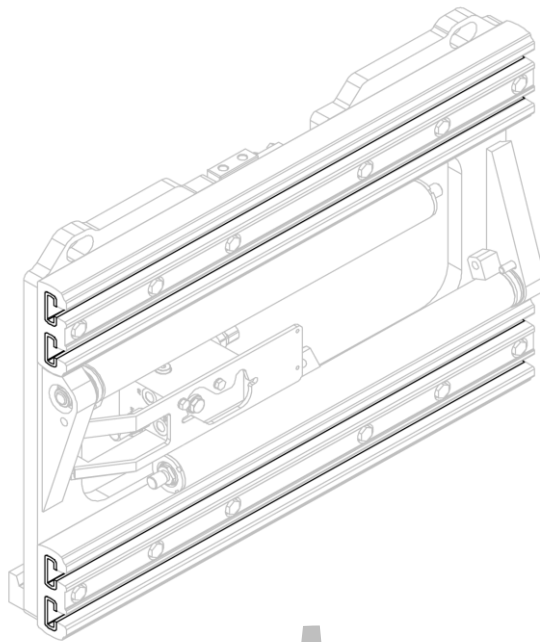
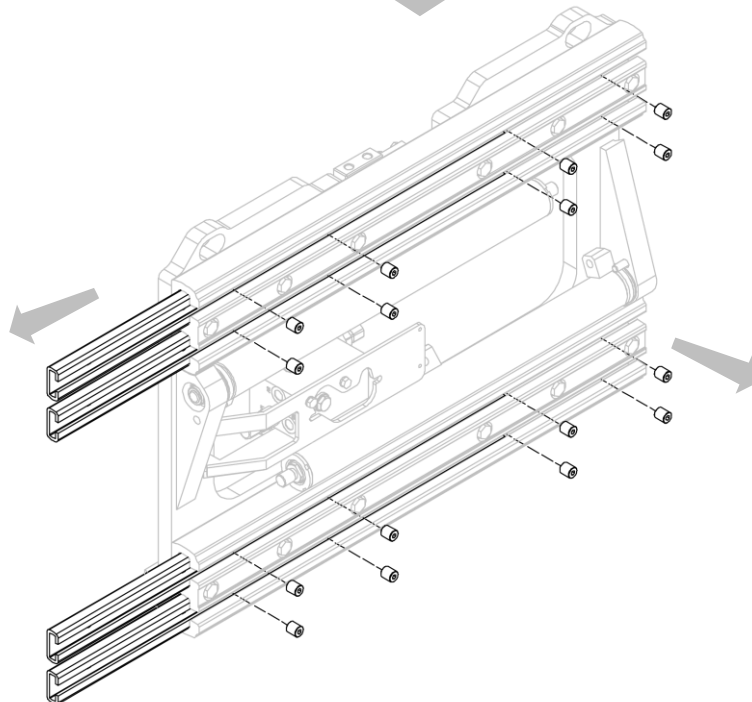

Figura 27
Figura 28
3. Rimuovere le boccole in nylon dopo aver svitato i relativi grani (vedi *Figura 27* e *Figura 28*).